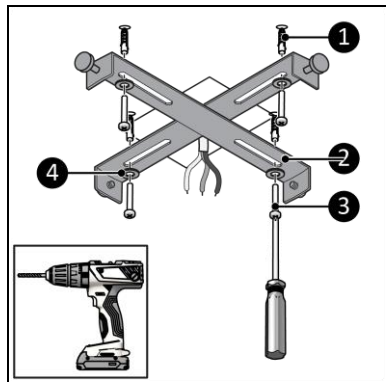

Abbildung 4
4. Platzieren Sie die Dübel in die vier Löcher (Abbildung 4, Pos. 1)
5. Verwenden Sie die Philips Kreuzschlitzschrauben (Abbildung 4, Pos. 3) und die Ringe (Abbildung 4, Pos. 4) um die Aufhängelasche (Abbildung 4, Pos. 2) an der Decke zu befestigen.